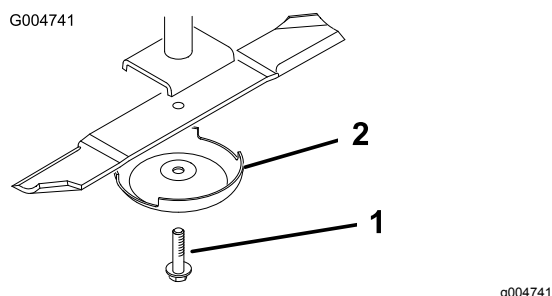

Figura 117
3. Retire o parafuso da lâmina, o recipiente antidanos e lâmina do eixo (Figura 117).